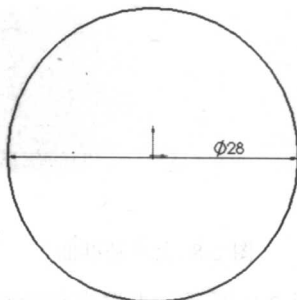

图 2-5 画圆
**STEP 3** 以原点为圆心, 绘制一圆, 标注尺寸如图 2-5 所示。